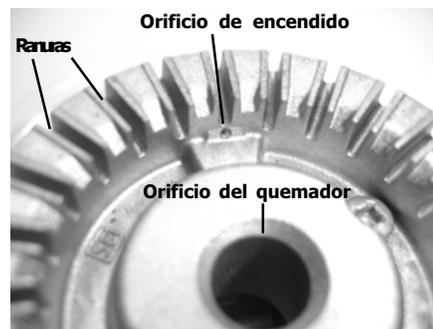

Fig. 1 - Cabeza de quemador superior
- **NO** limpie la junta de la puerta del horno (vea la Fig. 1). El tejido del material de la junta de la puerta del horno es esencial para un buen aislamiento. Se debe tener mucho cuidado de no frotar, dañar ni extraer la junta de la puerta.
- Limpie toda la suciedad pegada al marco del horno, al revestimiento de la puerta fuera de la junta de la puerta del horno y al área pequeña en la parte delantera central de la parte inferior del horno. Estas áreas se calientan lo suficiente como para quemar la suciedad acumulada sobre la superficie. Limpie con jabón y agua. Estas áreas se muestran en blanco (vea la Fig. 1).